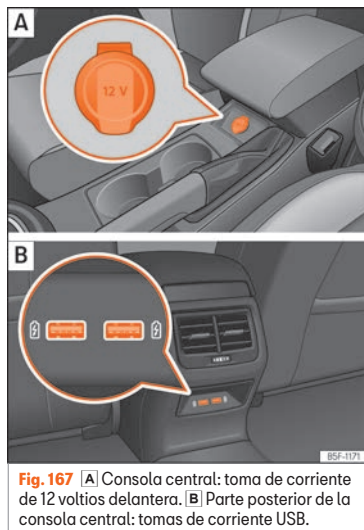

Fig. 168 Detalle del revestimiento lateral del maletero: toma de corriente de 12 voltios (válido sólo para el modelo Leon Sportourer ST).
- Eleve la tapa de la toma de corriente »» fig. 167, »» fig. 168.